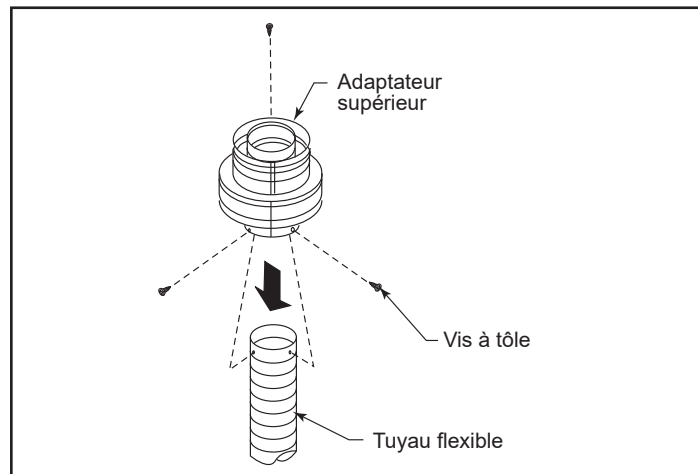

Figure 3.45
3. Connectez l'extrémité de la section de conduit flexible à la face inférieure de l'adaptateur du chapeau au moyen de trois (3) vis à tôle (figure 3.45).